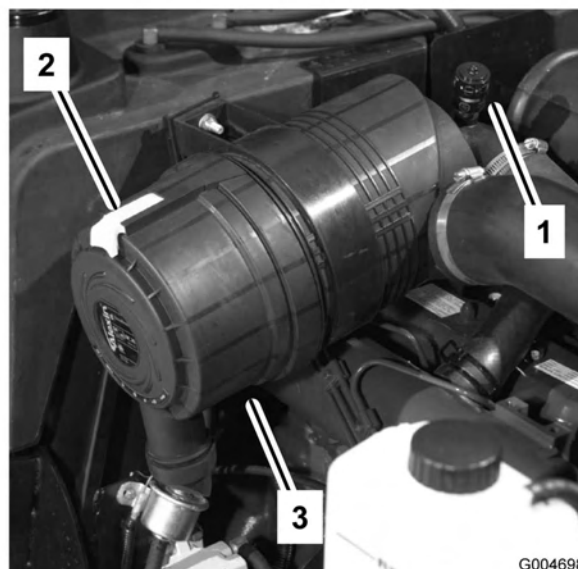

Figura 46
1. Puxe o trinco para fora e rode a cobertura do filtro de ar no sentido contrário ao dos ponteiros do relógio(Figura 46).
7. Instale a tampa orientando a válvula de saída de borracha (Figura 46) para uma posição descendente – entre aprox. 5:00 e 7:00, na perspectiva extremidade. Fixe o trinco.